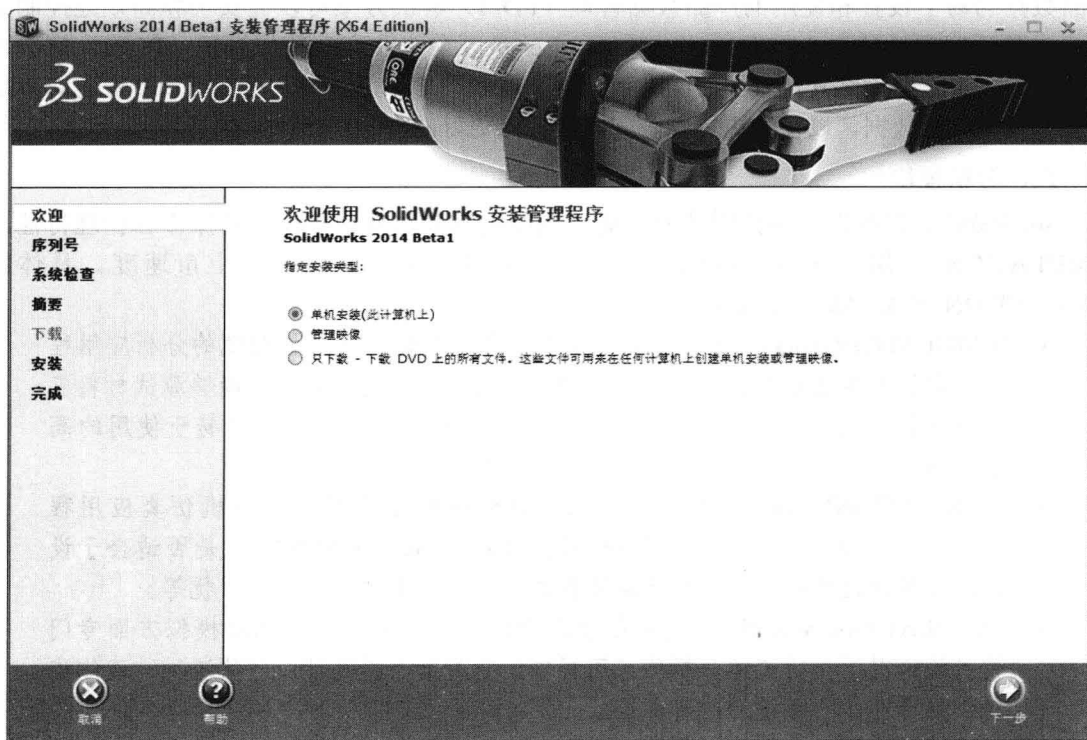

图1-1 【欢迎】对话框
1. 将光盘放入光驱后，单击光盘中的 setup.exe 安装程序，弹出【欢迎】对话框，如图 1-1 所示。